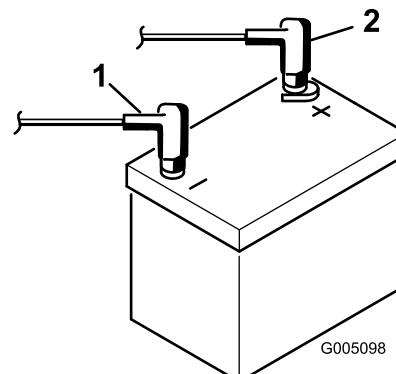

Figura 8
9. Instale o cabo positivo (vermelho) no terminal positivo (+) e o cabo negativo (preto) no terminal negativo (-) da bateria e fixe-os com os parafusos e as porcas (Figura 8). Coloque a proteção de borracha sobre o terminal positivo para evitar um curto-círcito.